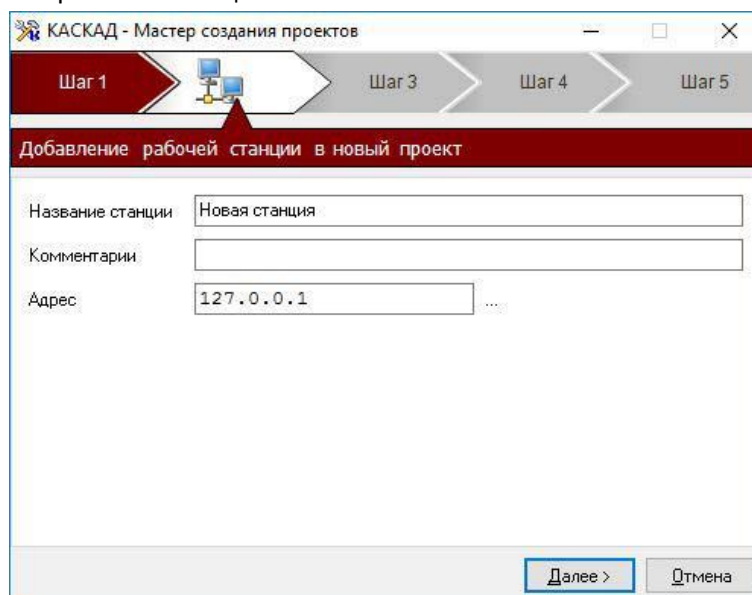

Рис. 1.3. Второй шаг создания проекта
2. Второй шаг — **добавление рабочей станции в новый проект** (рис. 1.3). В нашем случае проект состоит из одной серверной рабочей станции.